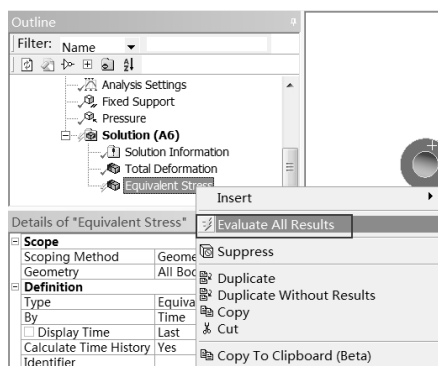

图 14-30 计算快捷菜单
Step6：同 Step3，在 Outline（分析树）中的 Solution（A6）选项上右击，在弹出的快捷菜单中选择 Evaluate All Results 命令，如图 14-30 所示，此时会弹出进度显示条，表示正在求解，当求解完成后进度条自动消失。